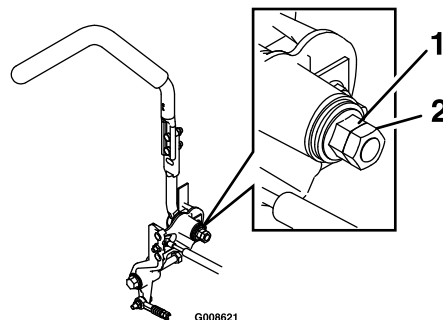

Figure 65
1. Desserrez l'écrou de blocage (Figure 65).